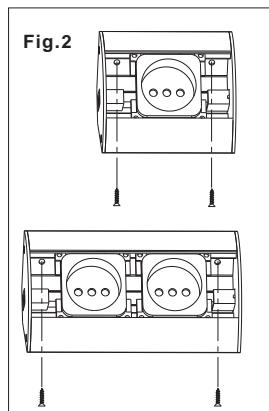

Fig.2
- Position the grip and fix it with the screws provided. (fig. 2);
- Positionner la prise et la fixer avec les vises en dotation (fig. 2);